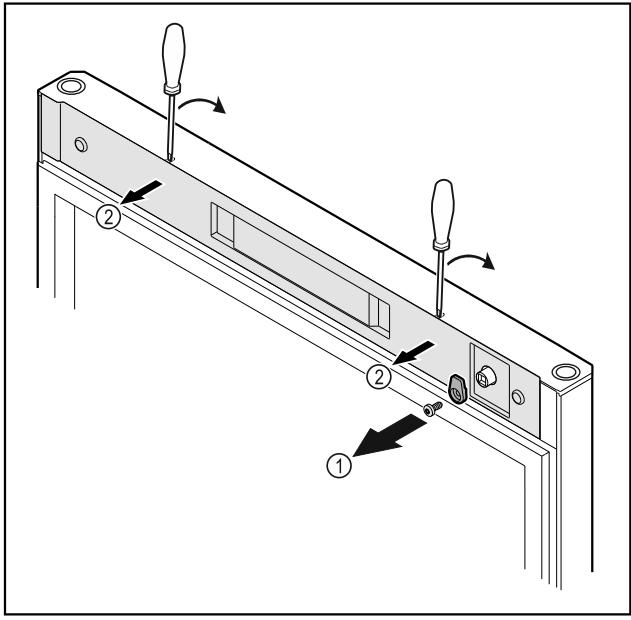

Fig. 20
- ▶ Deșurubați Fig. 20 (1) cârligul de închidere.
- ▶ Deblocați apărătoarea Fig. 20 (2) cu o șurubelnită mică și detaşați-o.